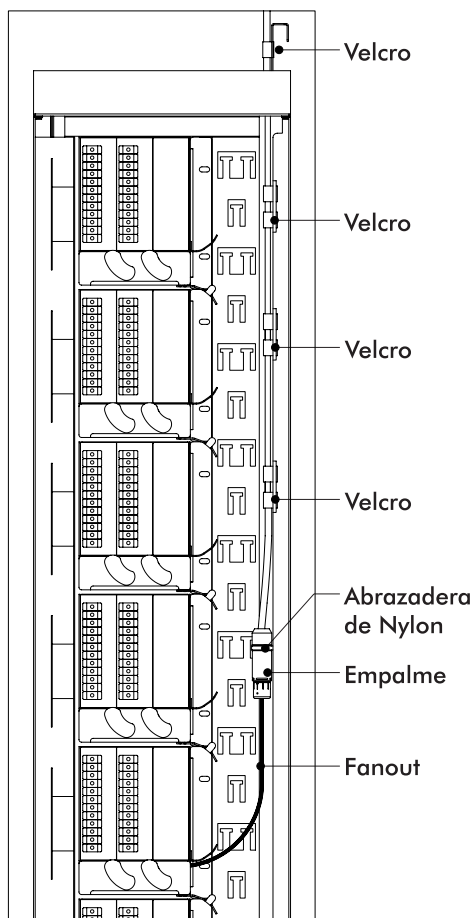

Figura 10
2. Guíe los cables Trunks – Fanouts hasta cerca de los Sub-Racks utilizando el soporte guía de cables lateral del Rack FTH-300. Utilice el Velcro doble cara para la fijación durante el camino y las abrazaderas de Nylon de 150 mm en la fijación del empalme. Como se muestra en la Figura 10.